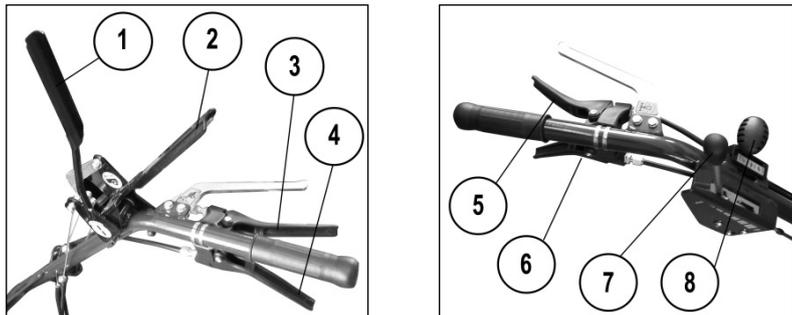

Figure 6-6 : Guidon série hydrostatique
Après avoir effectué les vérifications préliminaires comme au point 4.3 et avoir démarré le moteur, positionner le levier de vitesse (Figure 6-6 : Guidon série hydrostatique – n. 7) sur le minimum, insérer le levier d'engagement de la rotation des lames
(Figure 6-6 : Guidon série hydrostatique – n. 1) et le levier d’embrayage d’avancement (Figure 6-6 : Guidon série hydrostatique – n. 2), modifier la vitesse de travail à discrétion (Figure 6-6 : Guidon série hydrostatique – n. 7) et commencer le travail en faisant toutefois preuve de la plus grande prudence.
- à moteur froid la manette des gaz soit sur la position START (Figure 6-6 n. 8).